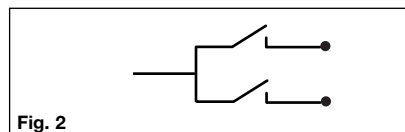

Fig. 2
- 1) L'entrée test étant activée, mesurer la connexion entre les relais de sortie et les points de tests correspondants (voir fig. 2).